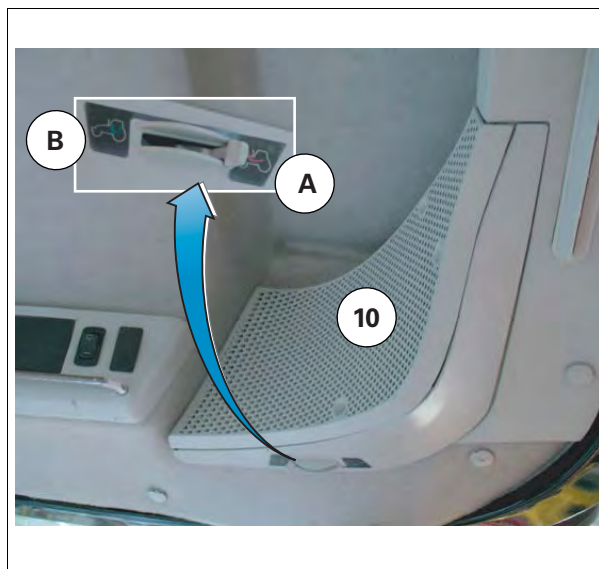

Рис. 24.
| <p>(1) Регулируемые вентиляционные отверстия.</p> <p>(2) Освещение кабины (см. "Освещение кабины", страница 72)</p> <p>(3) Переключатель очистителя заднего стекла</p> <p>(4) Потолочный переключатель панели Triflash (по отдельному заказу)</p> <p>(5) Динамики радиоприемника</p> | <p>(6) блок управления системой кондиционирования воздуха</p> <p>(7) Гнездо для радиоприемника.</p> <p>(8) Лампа освещения консоли</p> <p>(9) Открывающийся люк крыши (в зависимости от модели)</p> <p>(10) Задние левая и правая решетки рециркуляции воздуха рис. 24</p> |
- 10 Задние левая и правая решетки рециркуляции воздуха рис. 24